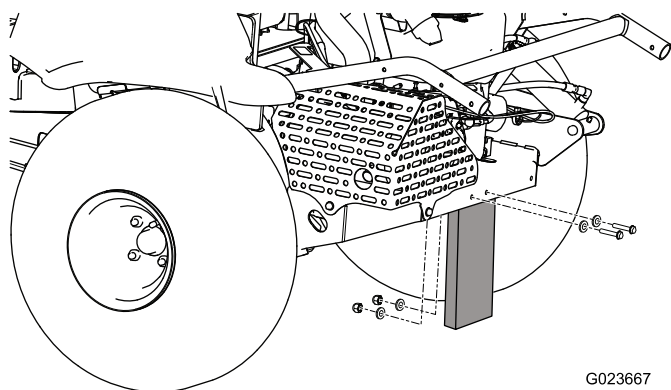

Figura 3
1. Rimuovete i dadi, i bulloni e le rondelle che fissano l'asse per la spedizione al retro della macchina (Figura 3).